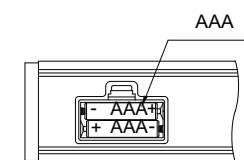

Fig.2
---Insira duas pilhas AAA conforme a Fig. 2, instale a tampa das pilhas